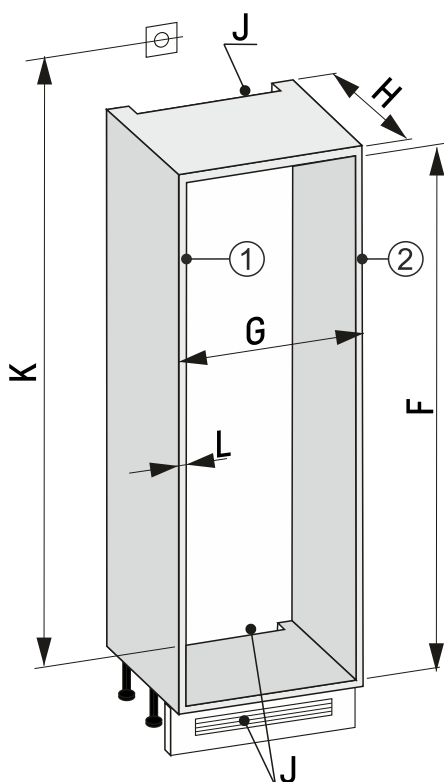

Fig. 91 30"-nisje
- Mål møbelveggtykkelsen Fig. 91 (L).